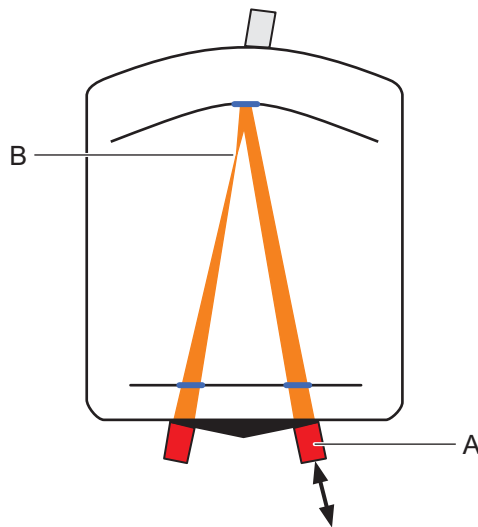

Abb. 7-11
- 5 Stellen Sie den Fokus wie in Abb. 7-11, 143 gezeigt ein. Benutzen Sie zum Auffinden des Fokus ein mattiertes Testglas, das Sie im Strahlengang hin- und herbewegen.
16 Stellen Sie den Fokus am Senderkopf für Reflexionsmessungen (Abb. 7-11, 143) so ein, dass das Spektrum eine Intensität im gewünschten Bereich erreicht.